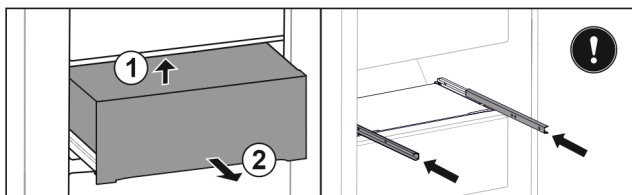

Fig. 49
- ▶ Nadvihnite zásuvku zospodu dozadu. Fig. 49 (1)
- ▶ Odoberte zásuvku dopredu. Fig. 49 (2)